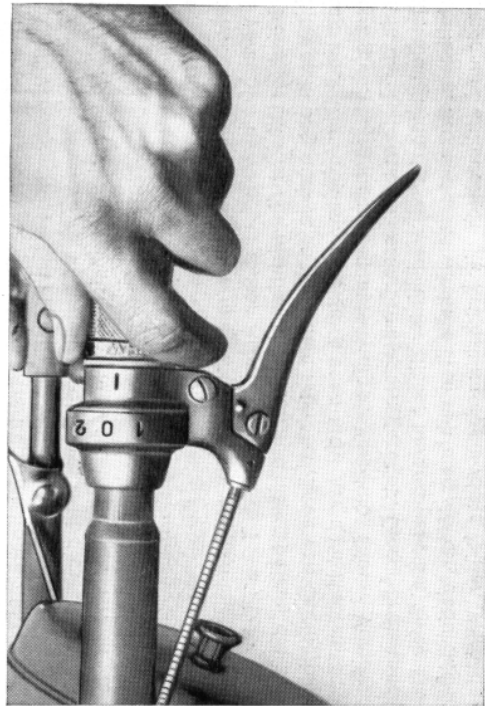

Bild 3
3. Einstellen des Schaltdrehgriffes auf Leerlauf (schwarzer Strich auf Null, wie in Bild 3).
Zum Abstellen des Motors wird zunächst der Schaltdrehgriff wiederum auf Leerlauf gestellt (schwarzer Strich auf Null wie Bild 3). Soll der Motor nur für kurze Zeit abgestellt werden, so kann dies durch Drücken auf den Kurzschlußknopf geschehen, der am Lenkholm befestigt ist. Das Gas ist natürlich vorher zurückzunehmen, so daß der Motor in den Leerlauf übergeht. Wird die Hacke für längere Zeit außer Betrieb gesetzt, so empfiehlt es sich, zum Abstellen des Motors den Kraftstoffhahn zu schließen und abzuwarten, bis der Motor von selbst stehen bleibt.
WICHTIG: Achten Sie immer darauf, daß der Motor weder gestartet noch abgestellt wird, ohne daß Sie den Schaltdrehgriff auf Leerlauf gestellt haben. (Siehe Bild 3.)